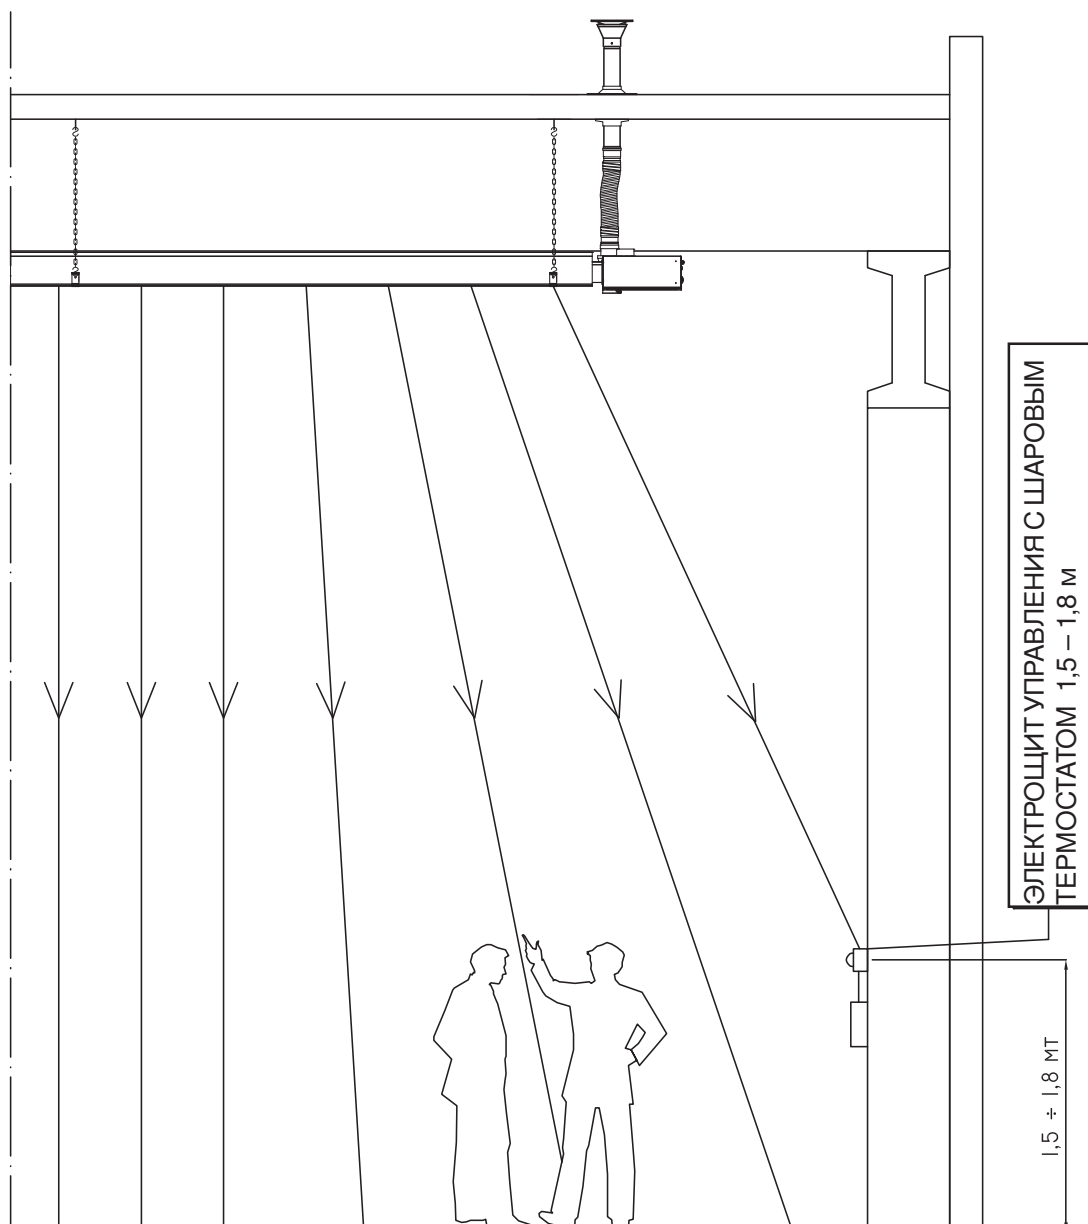

Рис. 8.1 Схема монтажа шарового термостата.
- в) Установить шаровой термостат помещения на высоте 1,8 м от пола таким образом, чтобы датчик попал в поле излучения. Таким образом датчик облучается инфракрасными лучами, излучаемыми трубами, и контролирует условия комфорта в отапливаемом участке (см. рис. 8.1).